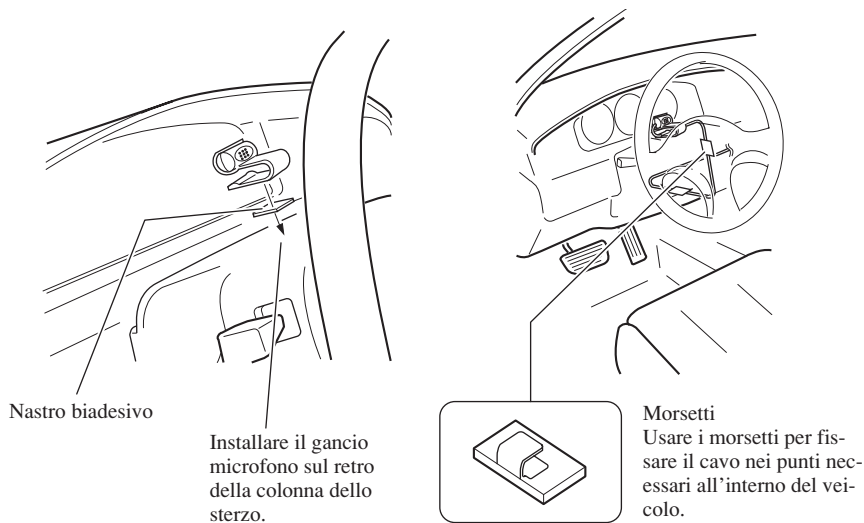

Fig. 22
2. Installare il gancio microfono sulla colonna dello sterzo. (Fig. 22)